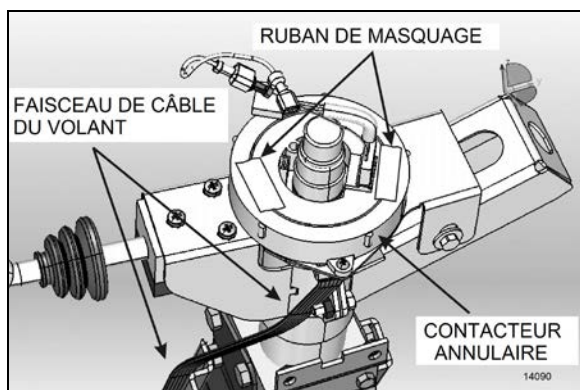

FIGURE 13 : BLOCAGE DU CONTACTEUR ANNULAIRE
7. Une fois le volant de direction enlevé, il est important de bloquer tout mouvement rotatif du contacteur annulaire pour éviter qu'il perde sa position neutre. Utiliser deux morceaux de ruban de masquage pour le bloquer en place (Figure 13).